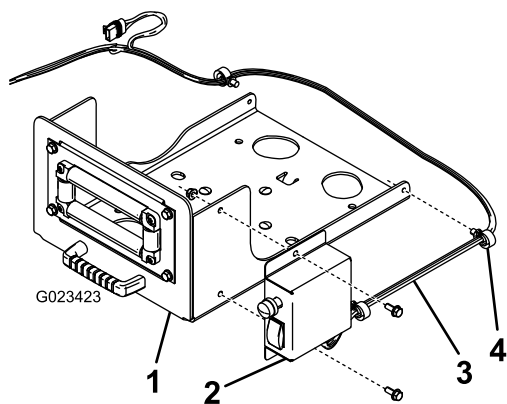

Рисунок 6
5. Установите распределительную коробку на поворотную пластину с помощью двух болтов (5/16 дюйма) и двух фланцевых гаек (5/16 дюйма), как показано на Рисунок 6.
6. Прикрепите жгут проводки к боковым частям поворотной пластины с помощью имеющихся зажимов (Рисунок 6).